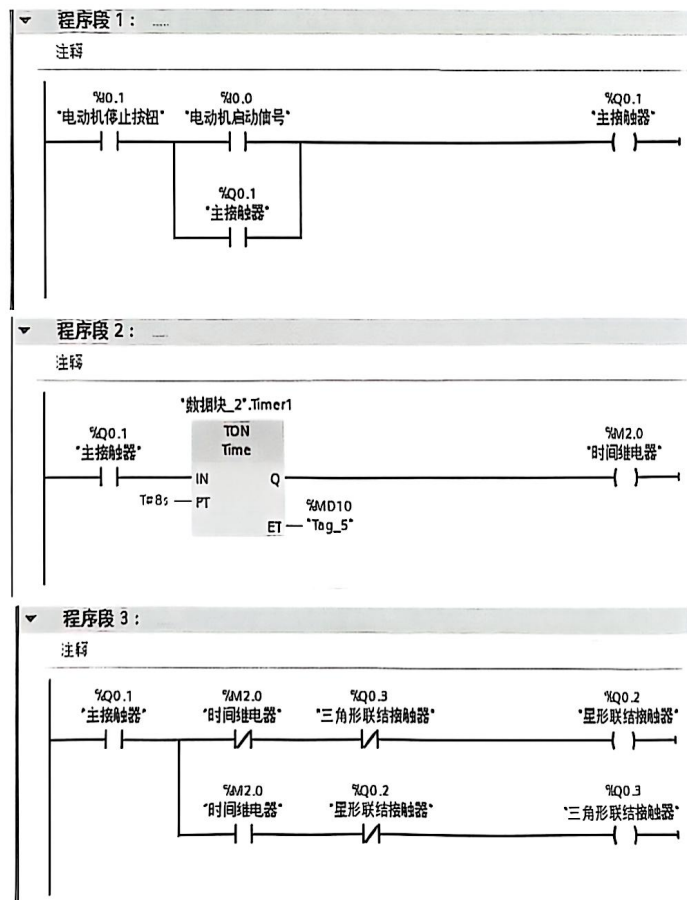

图 3-17 三相异步电动机Y-Δ减压启动控制程序——梯形图
2) 设计程序。根据控制电路的要求，在计算机中编写程序，程序设计如图 3-17 所示。